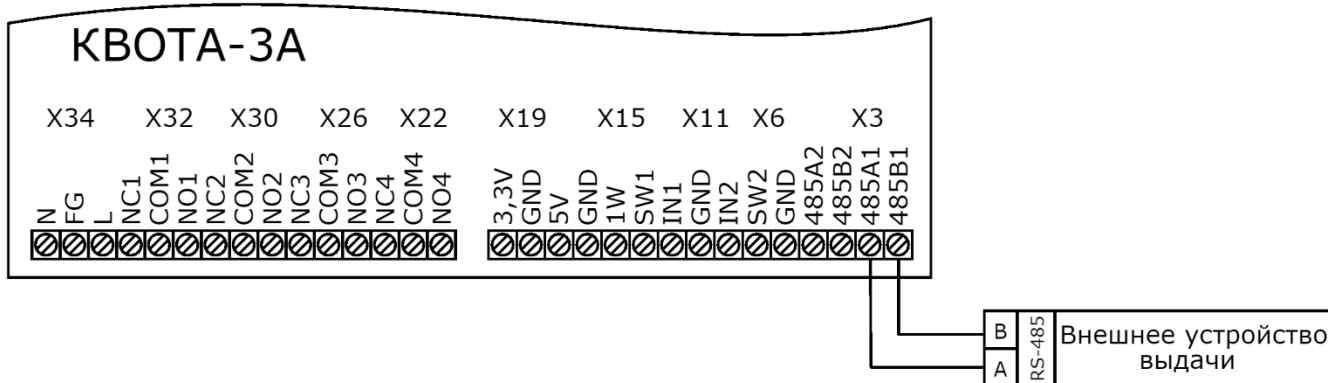

Рисунок 9
1. К насосу блоку с контроллером «КВОТА-2» может быть подключена одна однофазная колонка только по интерфейсу RS-485 (рис. 8) в соответствии с электрической схемой, представленной на рис. 9;